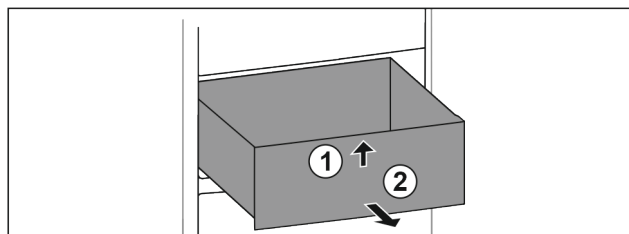

Fig. 133
- Schubfach vorne anheben. Fig. 133 (1)
- Schubfach nach vorne entnehmen. Fig. 133 (2)